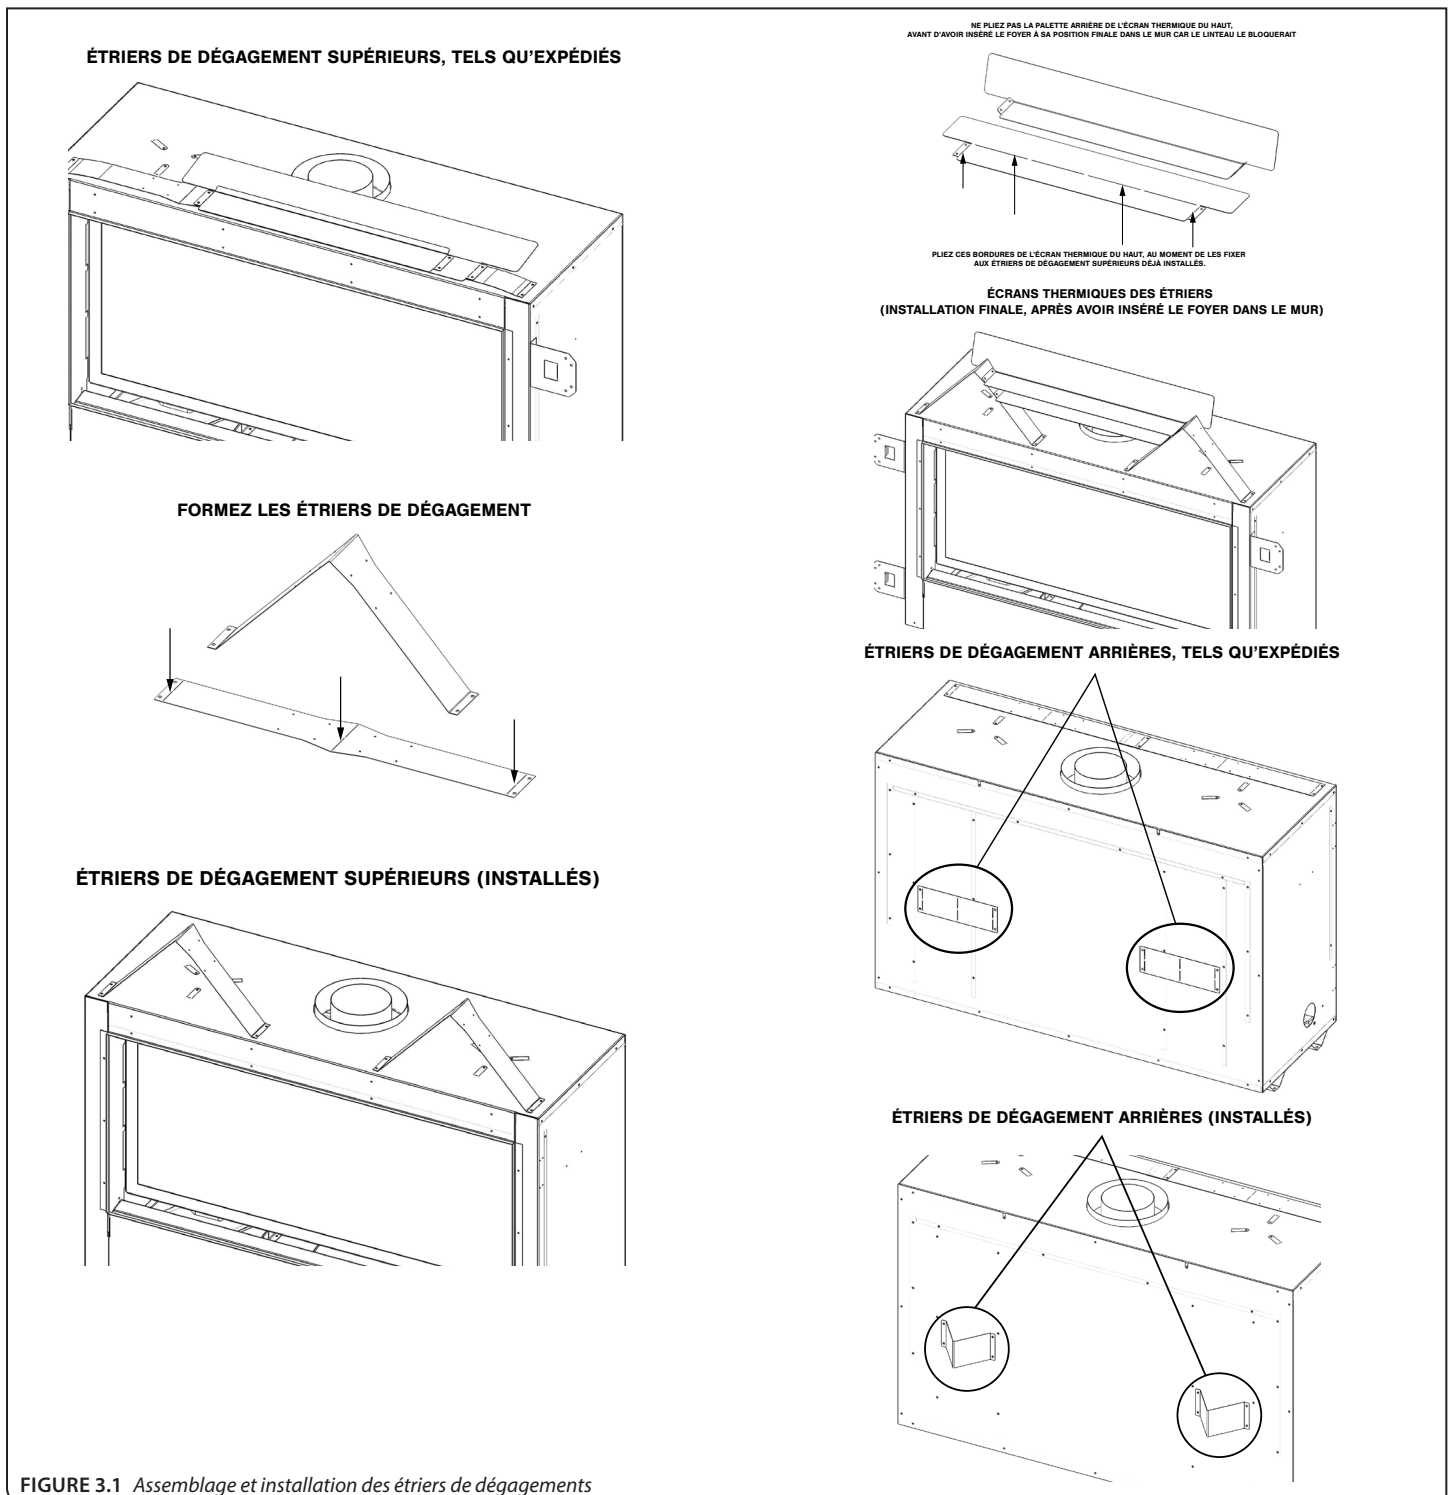

FIGURE 3.1 Assemblage et installation des étriers de dégagements
1. Retirez et conservez les (4) vis retenant les étriers de dégagement supérieurs et les écrans thermiques. Formez chaque étrier de dégagement, tel que montré.
2. Fixez les étriers de dégagement supérieurs sur le dessus du foyer, en utilisant les vis retirées précédemment ainsi que (4) autres vis, fournies dans le paquet de composants du foyer.
3. Pliez l'écran thermique du bas, tel que montré. Fixez-le aux étriers de dégagement supérieurs avec les (4) vis fournies dans le paquet de composants du foyer. Note : Assurez-vous que chaque composant est installé et orienté tel que montré, en suivant bien chacune des instructions de la **FIGURE 3.1** ci-dessous.